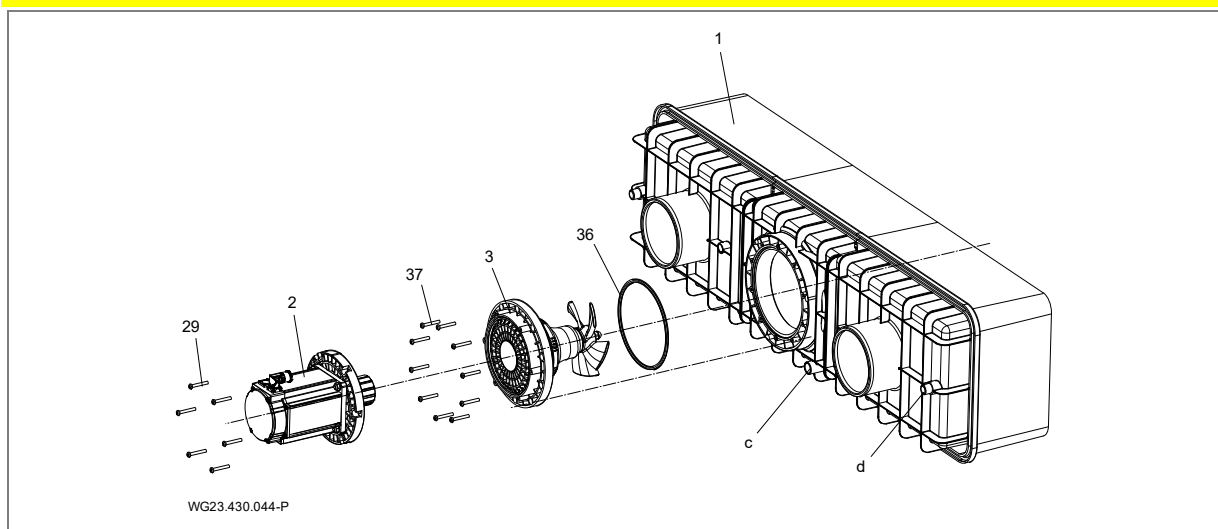

Fig. 16
1. Smør tilslutningsstuds (d, Se "Fig. 16" på side 22) på plasthus (1) og tilslutningsbøsningen på kabelbeskyttelsesslangen (12) med PVC-U/ABS-reus.